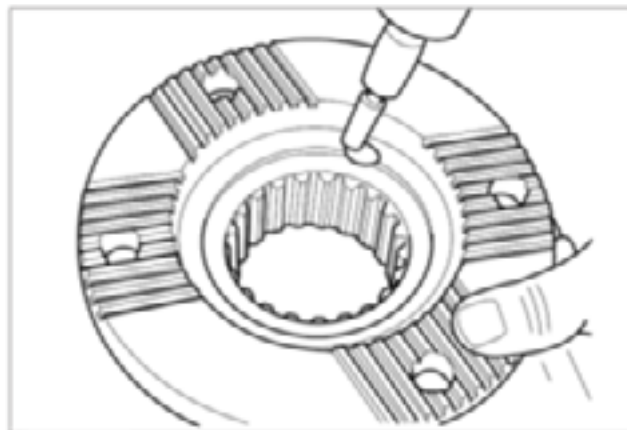

Fig. 4.12
7. Se o flange do pinhão for reutilizado, remova quaisquer rebarbas existentes com o auxílio de uma pequena esmerilhadeira com ponta esférica. (Fig. 4.12)